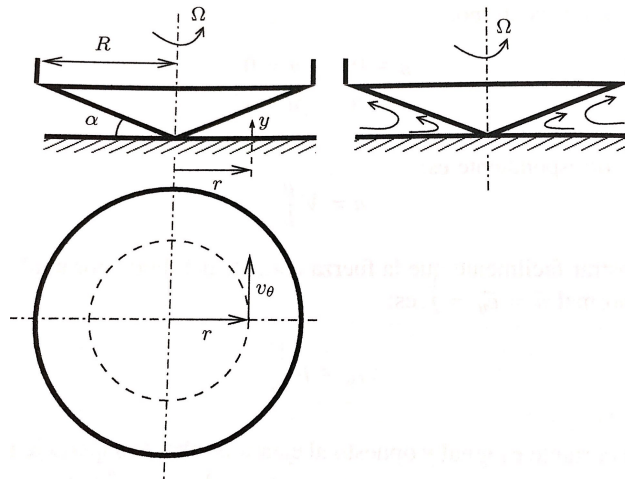

Figura 3: Viscosímetro de cono.
3. **VISCOSÍMETRO DE CONO.** Se tiene un viscosímetro de cono que consiste en un cono sólido que se apoya y gira con una velocidad angular Ω sobre una superficie sólida plana fija, tal y como indica la figura 3. El eje del cono es perpendicular al plano de la superficie de apoyo y su generatriz forma un ángulo α (muy pequeño) con el mismo. El radio de la base del cono es R . El espacio entre la superficie del cono y la superficie plana está ocupado por un líquido de viscosidad μ y densidad ρ . Calcular la viscosidad en función del par, T , que hay que hacer para girar el cono con dicha velocidad angular.